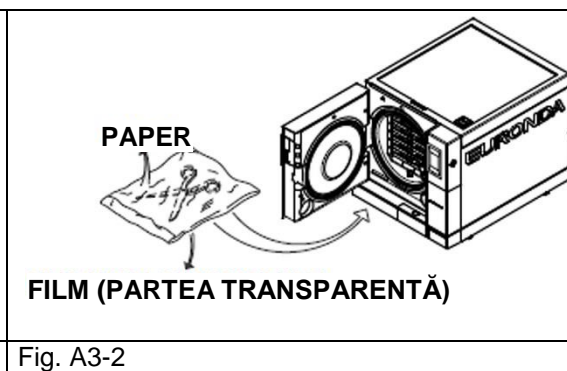

Fig. A3-2
- Aranjați săculețul cu partea transparentă în jos (în contact cu tava) și partea de hârtie în sus (Fig. A3-2). Instrumentele trebuie să fie împachetate separat.